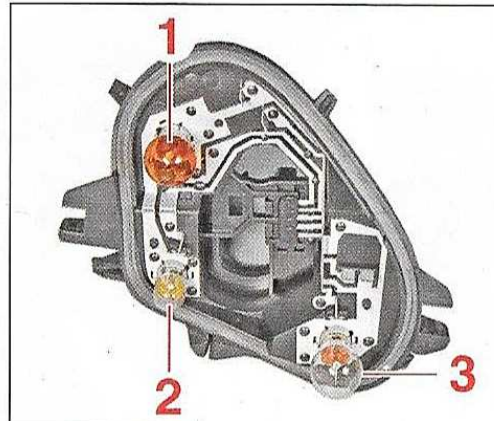

FIG.3
- Extraire l'ampoule défectueuse de son logement et la remplacer (Fig.3).